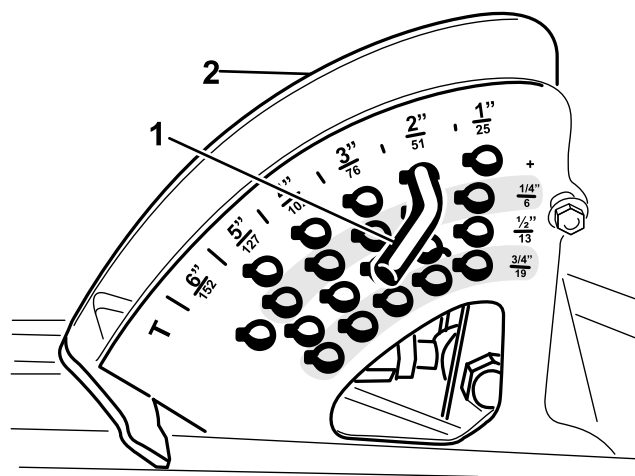

Bild 3
3. Merken Sie sich für die Montage die Position des Schnitthöhenstifts in der Schnitthöhenhalterung (Bild 3). Nehmen Sie den Schnitthöhenstift aus der Schnitthöhenhalterung.
6. Stecken Sie den Schnitthöhenstift an der gewünschten Schnitthöhe in die Schnitthöhenhalterung (Bild 3).